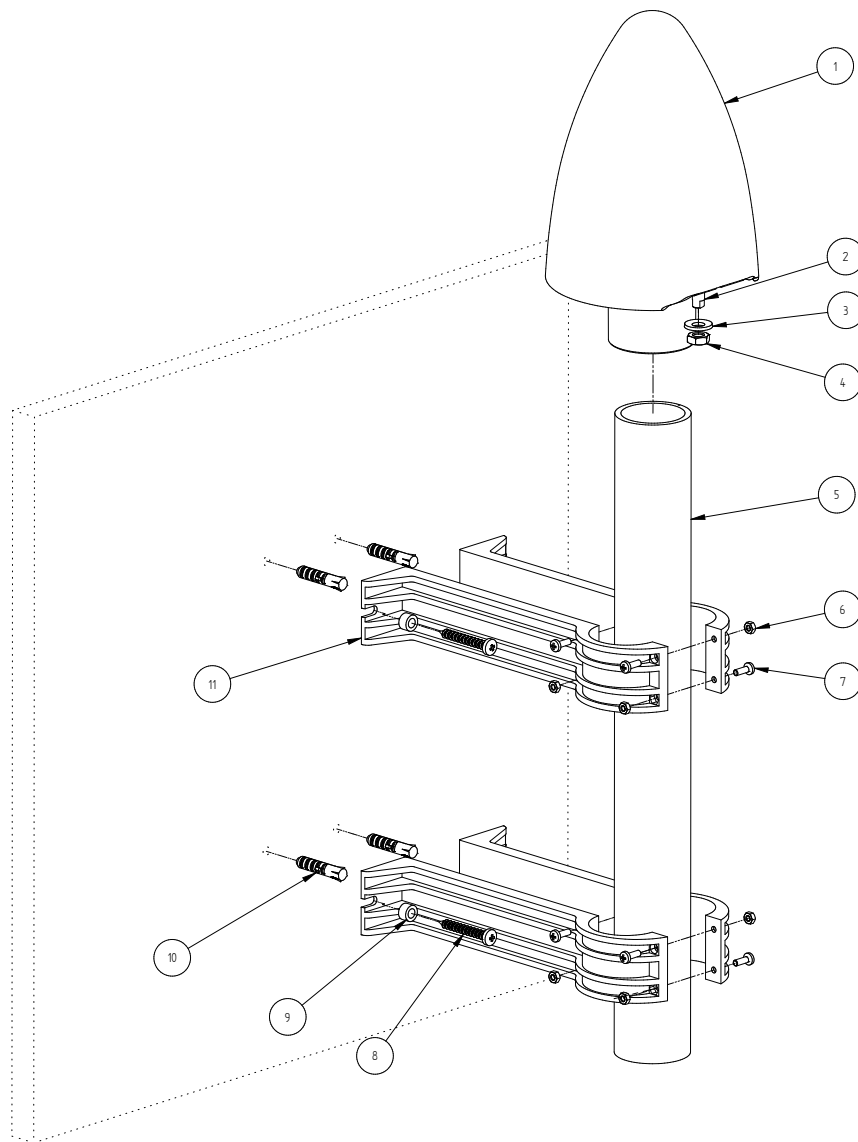

Abbildung 7.6: Montage einer Meinberg GNSS-Antenne an einer Wand
■ Abb. 7.6 stellt die Montage einer Meinberg GNSS-Antenne an einer Wand dar.
1. Legen Sie das Antennenrohr (Pos. 5 in ■ Abb. 7.6) in die dafür vorgesehenen Wölbungen der beiden Paare der Antennenrohr-Halter (Pos. 11). Befestigen Sie das Antennenrohr in jeder der beiden Antennenrohr-Halter (Pos. 11), mit vier M4x12-Linsenkopf Kreuzschlitz (Pos. 7) und den entsprechenden M4-Sechskantmutter (Pos. 6). Um sicherzustellen, dass das Antennenrohr (Pos. 5) so sicher wie möglich sitzt, sollten die oberen und unteren M4x12-Schrauben (Pos. 7) in jedem der beiden Antennenrohr-Halter aus entgegengesetzten Richtungen eingesetzt werden, wie in ■ Abb. 7.6 gezeigt.